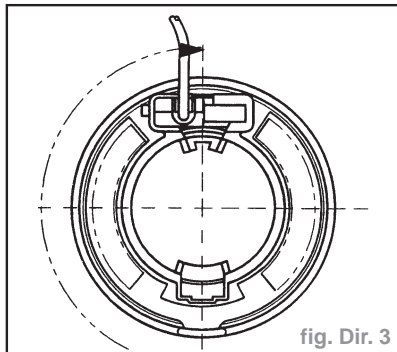

fig. Dir. 3
- tourner ensuite légèrement la partie supérieure de la pièce dans le sens des aiguilles d'une montre (sens horaire) et vérifier que le contact tournant est bien dans la position présentée (fig. Dir. 3),